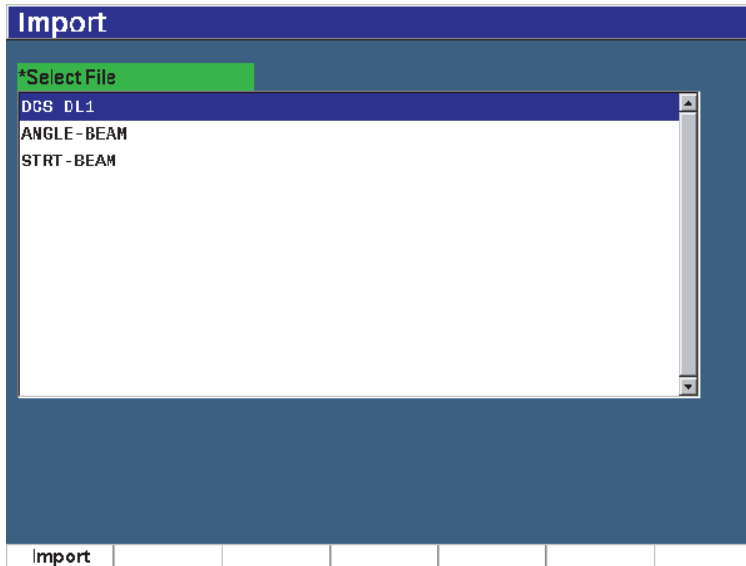

Figura 10-21 Página Import (memorando)
1. Seleccione el parámetro **Import Memo** (tecla P7) para mostrar la página **Import** (vea la Figura 10-21 en la página 250).